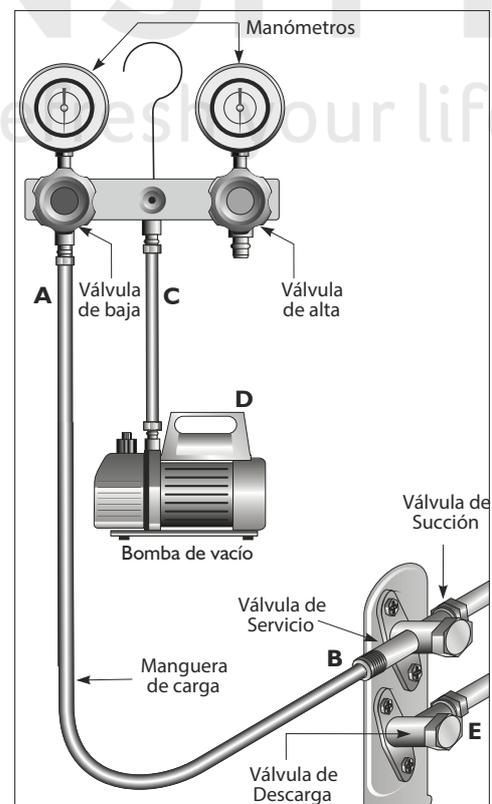

Figura 27.
- Retire el contenedor de nitrógeno del manifold y adapte una bomba de vacío para realizar la purga de aire. (Ver figura 27).
Cómo utilizar una bomba de vacío (ver figura 27).